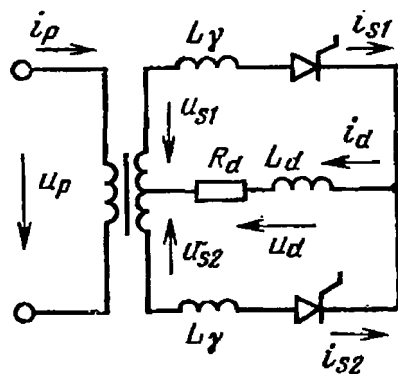

Рис. 1. Управляемый преобразователь со схемой 1Ф1Н2П
2. Постройте кривые токов i_d, i_{s1}, i_{s2} и i_p для схемы преобразователя, представленной на рис. 1, и сопоставьте их с кривой напряжения U_p , сохраняя правильными фазы; вычислите среднее значение тока i_d . Дано: $U_p = 100$ В, $f = 50$ Гц, коэффициент трансформации $k_{\text{ТР}} = 1$, $R_d = 10$ Ом, $\alpha = 45^\circ$, $L_d = 0$, $L_\gamma = 0$. Трансформатор и полупроводниковые вентили идеальные.
3. Постройте кривые токов i_d, i_{s1}, i_{s2} и i_p в схеме преобразователя, показанной на рис. 1, и сопоставьте их с кривой напряжения U_p . Определите расчетную мощность трансформатора $S_{\text{ТР}}$ при указанных условиях работы. Дано: $U_p = 100$ В, $f = 50$ Гц, коэффициент трансформации 1:1, $R_d = 10$ Ом, $\alpha = 45^\circ$, $L_d \approx \infty$, $L_\gamma = 0$. Трансформатор и вентили идеальные.
4. Постройте кривые токов i_d, i_{s1}, i_{s2} и i_p и напряжения U_d для преобразователя со схемой 1Ф1Н2П (рис. 1), и сопоставьте их с кривой напряжения U_p . Определите среднее значение тока нагрузки. Дано: $U_p = 100$ В, $f = 50$ Гц, $k_{\text{ТР}} = 1$, $R_d = 10$ Ом, $L_d \approx \infty$, Индуктивность трансформатора $L_\gamma = 10$ мГн. Полупроводниковые вентили идеальные, $\alpha = 0$.
5. Постройте кривые токов i_d, i_{s1}, i_{s2} и i_p и напряжения U_d для преобразователя со схемой 1Ф1Н2П (рис. 1), и сопоставьте их с кривой напряжения U_p . Определите среднее значение тока нагрузки. Дано: $U_p = 100$ В, $f = 50$ Гц, $k_{\text{ТР}} = 1$, $R_d = 10$ Ом, $L_d \approx \infty$, $L_\gamma = 10$ мГн. Полупроводниковые вентили идеальные, $\alpha = 45^\circ$.